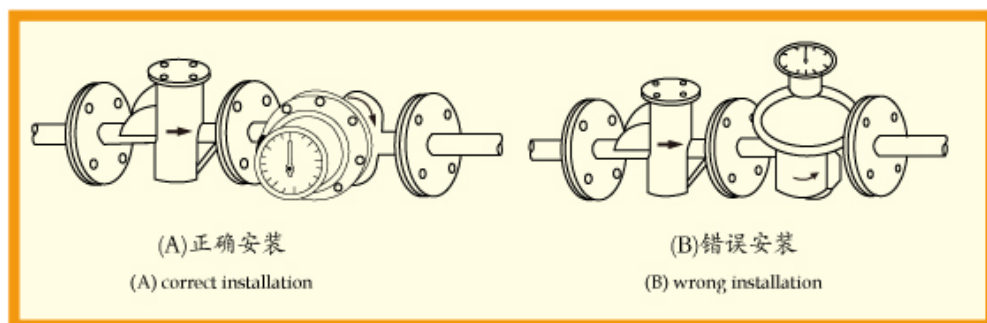

图 4 安 装 姿 势 Picture 4 Installation position
1、仪表安装的方向应使仪表壳体上所示箭头方向与液体流动方向一致，安装位置应注意便于读数（见图4）。